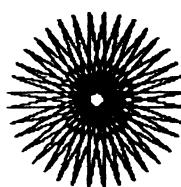

图 2.3 36 角星
3. 画36角星：每次让海龟前进80步，右转170度，共重复36次。如图2.3